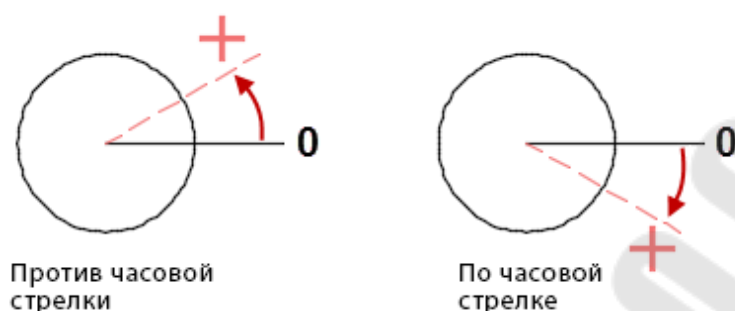

Рис. 2.33. Направления отсчета углов
**По часовой стрелке** – переключатель для определения положительного направления отсчета углов – «по» или «против» часовой стрелки (рис.2.33).